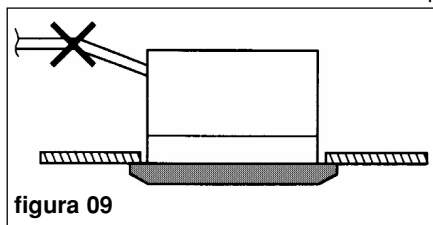

figura 09
- Non installare la canalizzazione con una pendenza verso l'alto vicino all'uscita (figura 09).